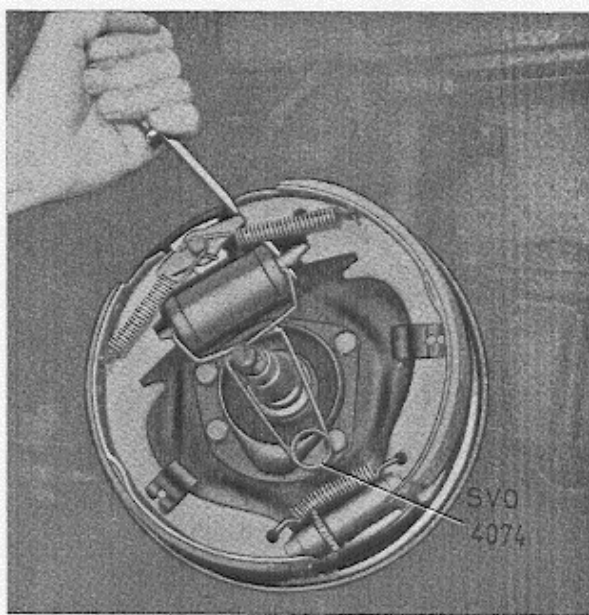

Abb. 53. Ausbau des Radbremszylinders.
- Klammer SVO 4047 über Radbremszylinder klemmen. Bremsbacken ausreichend mit Schraubenzieher seitwärts führen, damit die Druckstangen von den Bremsbacken freigemacht werden, siehe Abb. 53.